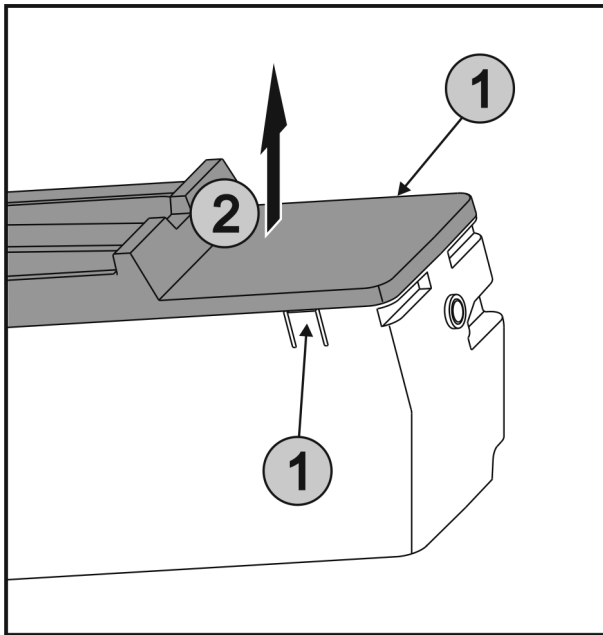

Fig. 57
- ▶ Lippen Fig. 57 (1) aan beide zijden van EasyTwist-Ice gelijktijdig indrukken en de afdekking Fig. 57 (2) omhoog verwijderen.